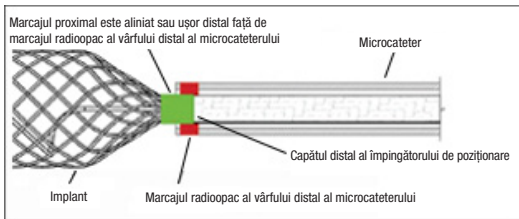

Figura 6 – Poziția benzilor de marcaj pentru detașare
24. Sub ghidaj fluoroscopic, avansați lent implantul, scotându-l prin vârful cateterului. Continuați să avansați implantul până la locul dorit, până când marcajul radioopac proximal de pe implant este aliniat sau ușor distal față de marcajul radioopac al vârfului distal al cateterului, poziționând zona de detașare imediat în afara vârfului cateterului. Consultați Figura 6. Repoziționați, dacă este necesar. Dacă dimensiunea implantului nu este adecvată, îndepărtați-l și înlocuiți-l cu un alt dispozitiv. Dacă se observă mișcări nedorite ale implantului sub fluoroscopie după poziționare și înainte de detașare, îndepărtați implantul și înlocuiți-l cu un implant care are o dimensiune mai adecvată. Mișcarea implantului poate indica faptul că implantul ar putea migra odată ce a fost detașat. **NU rotiți împingătorul de poziționare în timpul sau după implantarea implantului în vasculatură. Rotirea împingătorului de poziționare poate provoca deteriorarea implantului sau detașarea prematură a implantului de împingătorul de poziționare, ceea ce ar putea rezulta în migrarea implantului. De asemenea, se recomandă realizarea unei evaluări angiografice înainte de detașare pentru a se asigura faptul că implantul nu se extinde în vasculatură care nu este vizată de procedură.**